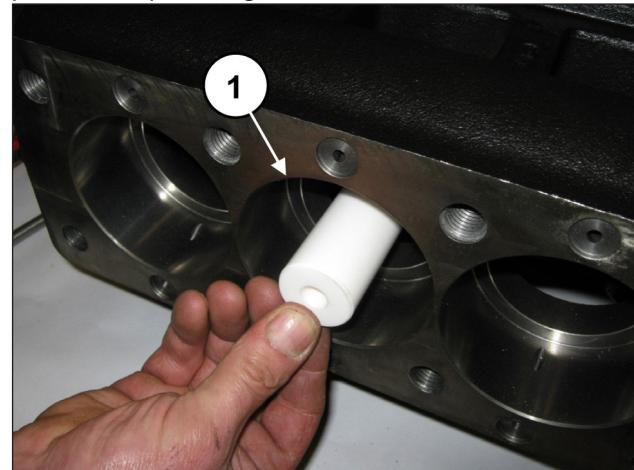
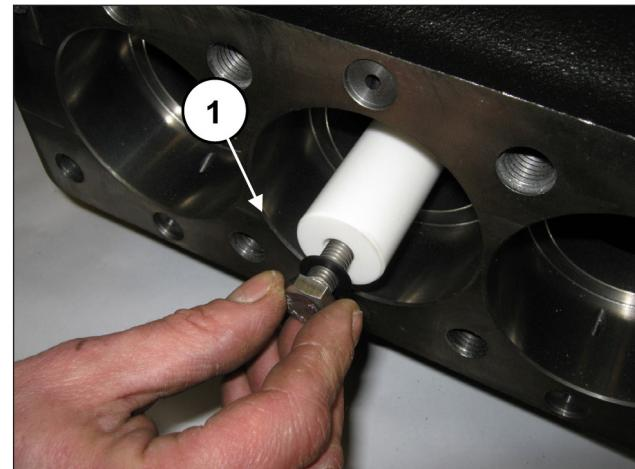

Fig. 184
Fig. 185
Monte os pistões nas respectivas guias (pos. ①, Fig. 184) e prenda-os na pos. ①, Fig. 185.